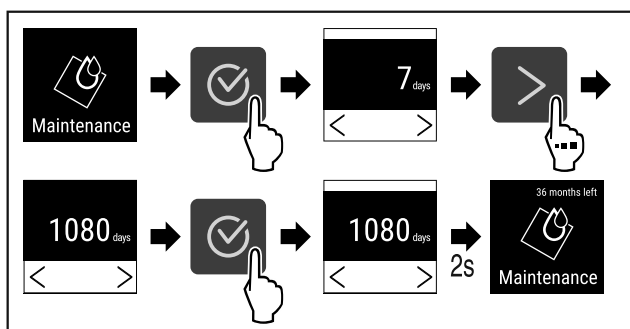

Fig. 74
- ▶ Izvedite zahtevane korake (glejte Fig. 74).